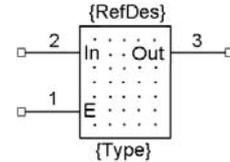

Рис. 6
- после: Place>Attribute>Component>RefDes установить поле: Text Style={PartStyle}, в поле Justification выбрать точку в центре, нажать Ok (курсор примет форму косоугольника) и щелкнуть LB в точке 31,25/31,25 (рис. 6 – верхняя надпись).
- после: Place>Attribute>Component>Type установить: Text Style={PartStyle}, в поле Justification выбрать точку в центре, нажать Ok и щелкнуть LB в точке 31,25/8,25 – рис.6.